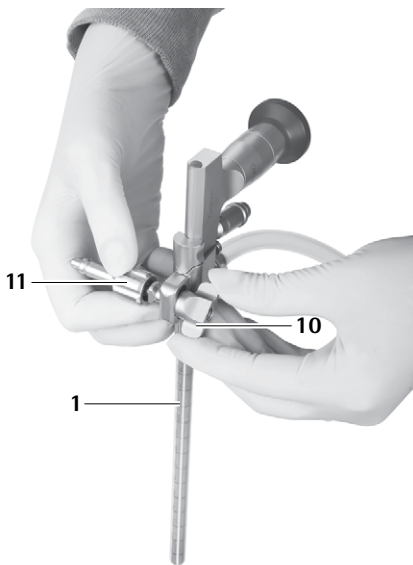

Fig. 19
- Enroscar la tuerca de mariposa **10** hasta que se fije el adaptador para brazo de soporte **11**, ver Fig. 19. El Trocar MINOP InVent 1 está preparado para adaptarse en el brazo de soporte.